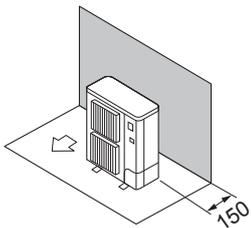

Fig. 2-2
- ① Hindringer kun bak (fig. 2-2)